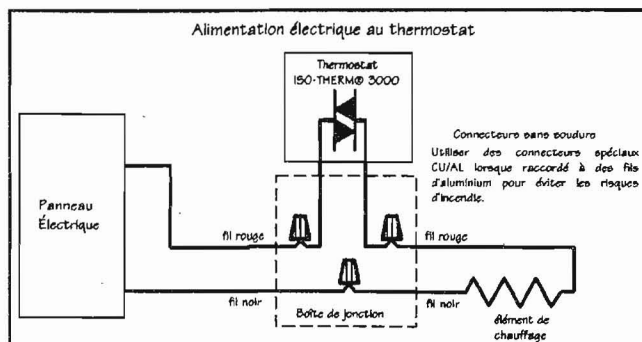
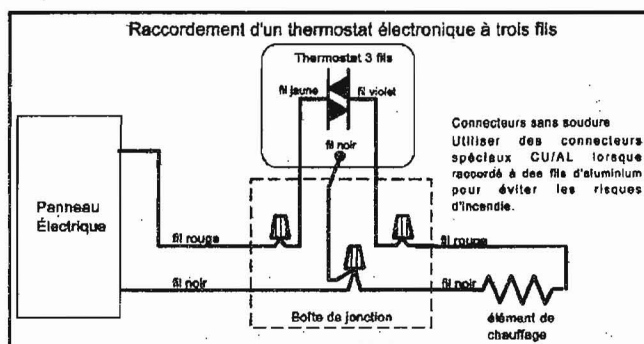

FIG. 2 Raccordement thermostat 2 fils - alimentation au thermostat.
FIG. 4 Raccordement thermostat 3 fils
5. Effectuer le raccordement des fils du thermostat directement aux fils du secteur en utilisant des connecteurs sans soudure (voir figure 2, 3 et 4). **Il est très important de respecter ces schémas de branchement.**
Le câblage électrique du thermostat doit être conforme aux codes d'électricité en vigueur dans votre localité. Les figures 2 et 3 montrent le raccordement typique d'un thermostat 2 fils et la figure 4 montre le raccordement d'un thermostat 3 fils.
Il est très important de respecter les schémas de branchement de la figure 4 afin de ne pas provoquer de court-circuit sur l'alimentation 240 Vca lors du raccordement de ces thermostats. Le fil jaune du thermostat doit être raccordé au fil rouge de l'alimentation 240 Vca, le fil violet du thermostat doit être raccordé au fil rouge de la plinthe électrique et le fil noir du thermostat doit être raccordé aux deux autres fils noirs (commun).